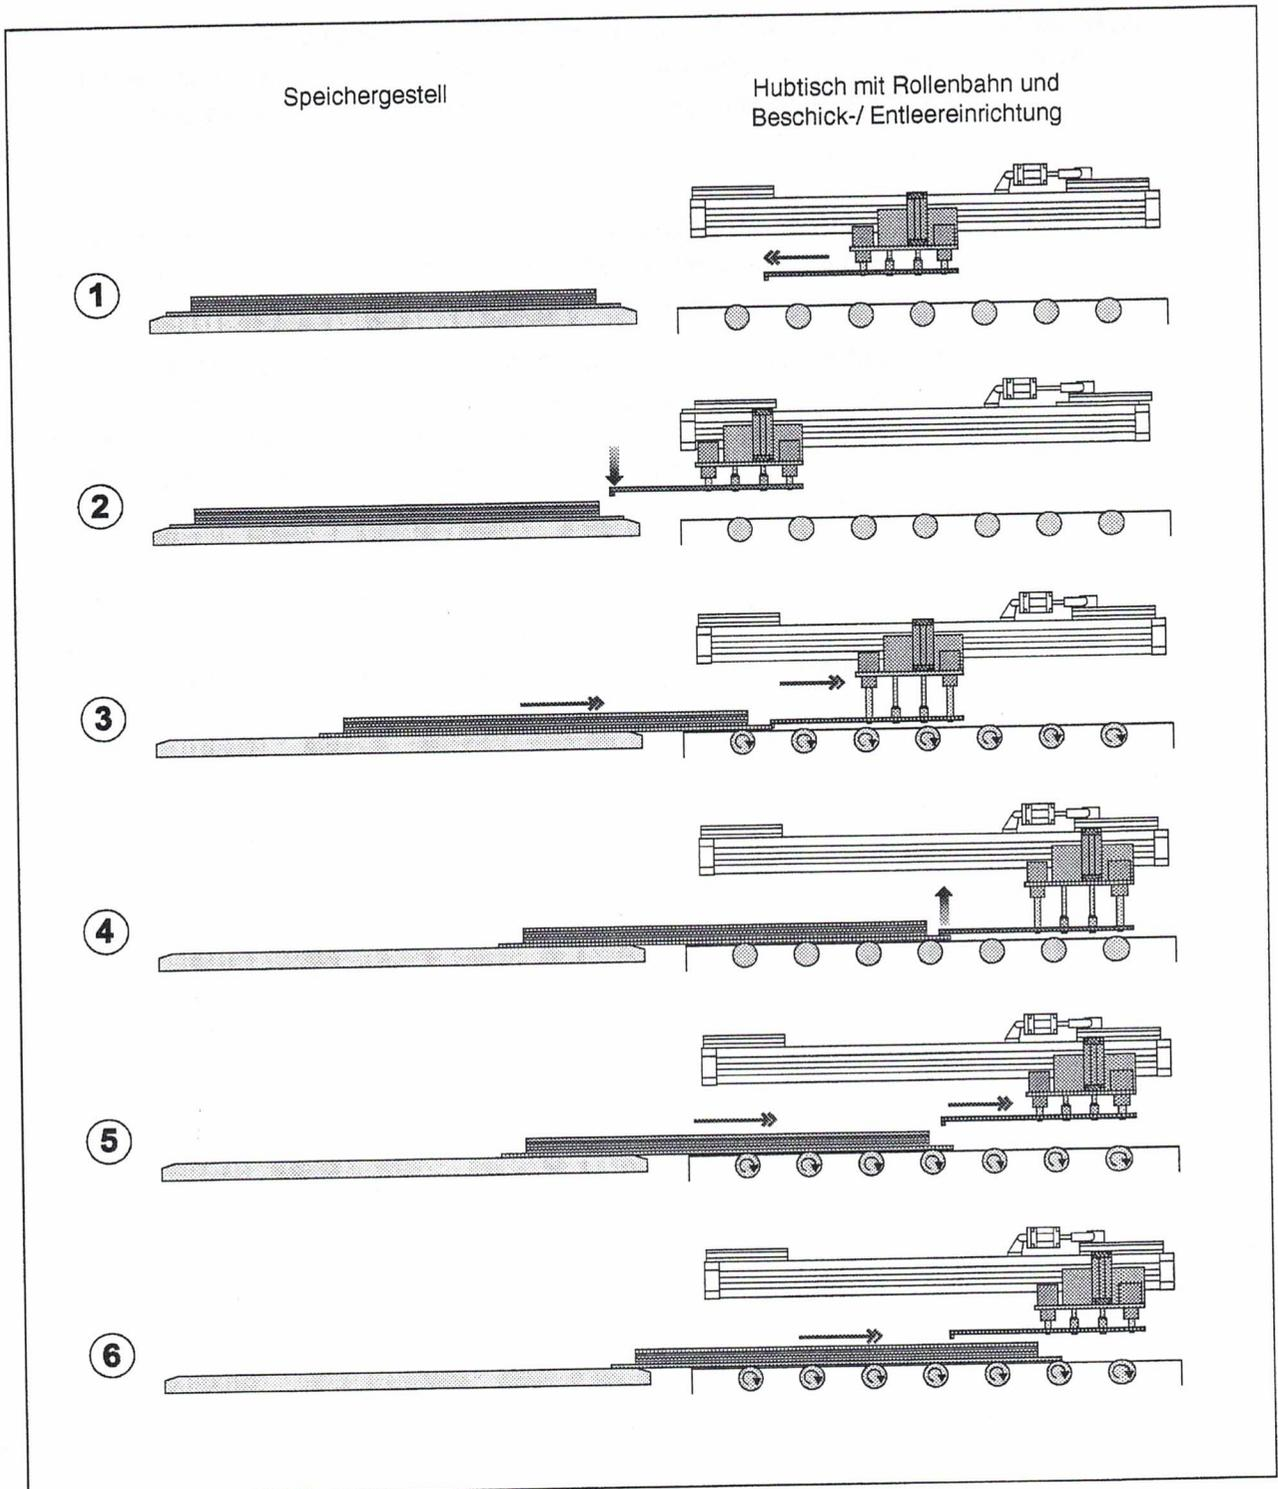

Abbildung 1-5 Funktionsablauf entleeren
- Der Greifer fährt nach vorne (1, Abbildung 1-5). Um den Greifer in *Entleerposition* zu bringen, fahren Einschubarm *und* Verstellzylinder in Arbeitsstellung.
- Der Greifer fährt nach unten (2) und zieht das Werkzeug aus dem Speichergestell auf die Rollenbahn (3).
- Der Greifer fährt nach oben (4) und dann wieder zurück (5) bis in Grundstellung.
- Die Rollenbahn des Hubtisches startet (6).